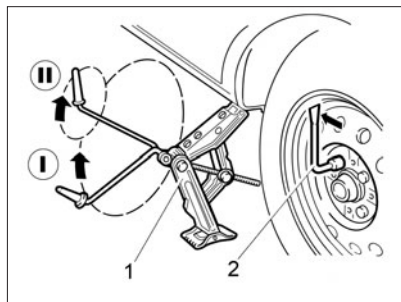

Рис. 56. Подъем автомобиля при замене колес
- ослабьте на один оборот комбинированным ключом 2 (рис. 56) болты крепления заменяемого колеса;
По окончании работ уложите замененное колесо в нишу багажного отделения, закрепите его винтом **1** (рис. 56) и закройте нишу ковриком.